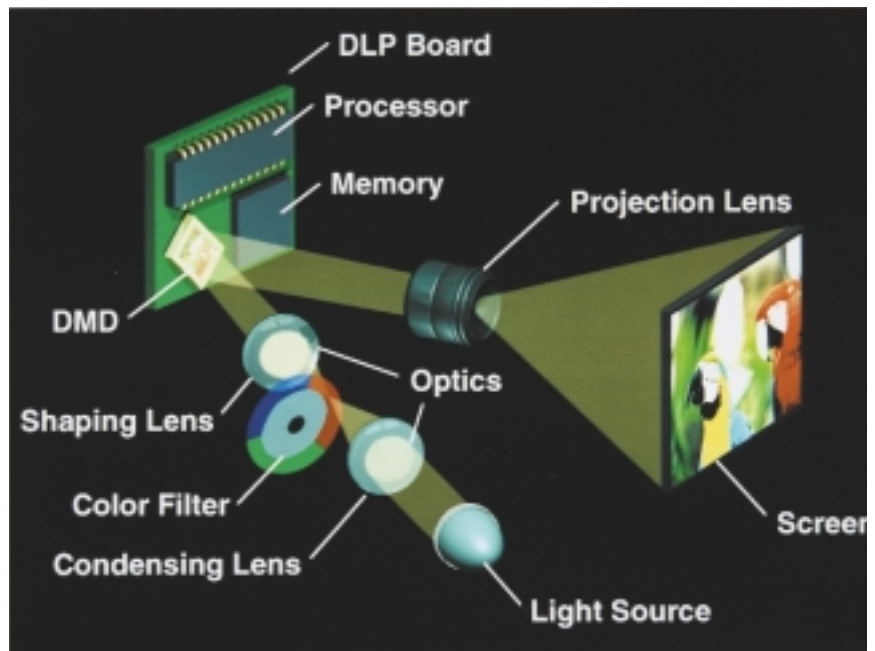

Рис. 5. Схема одночипового DLP-проектора.
Остановимся подробнее на принципе работы одночиповых DLP-проекторов (рис. 5). С целью воспроизведения цветной картинка такие проекторы передают на экран в течение очень короткого времени последовательно красное (R), зеленое (G) и синее (B)